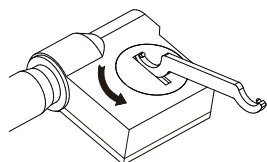

Abb. 1
- Drehen Sie den Batteriefachdeckel mit dem Schraubenschlüssel gegen den Uhrzeigersinn (Abb.1) und nehmen Sie ihn dann ab